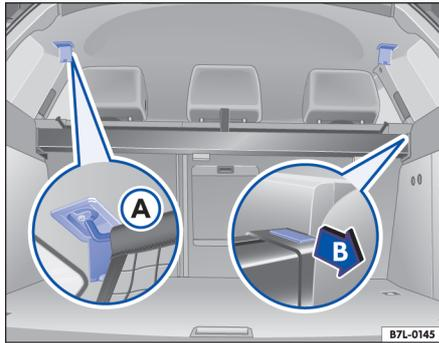

Fig. 72 Detrás del asiento trasero: red de separación
1. Abra la tapa ⇒ fig. 72 (A) del techo (también la del lado derecho) para poder acceder al alojamiento de la red de separación.
3. Enganche la red de separación en el lado izquierdo (A). Para ello hay que guiar el extremo de la barra por el recorrido del alojamiento hasta el final.